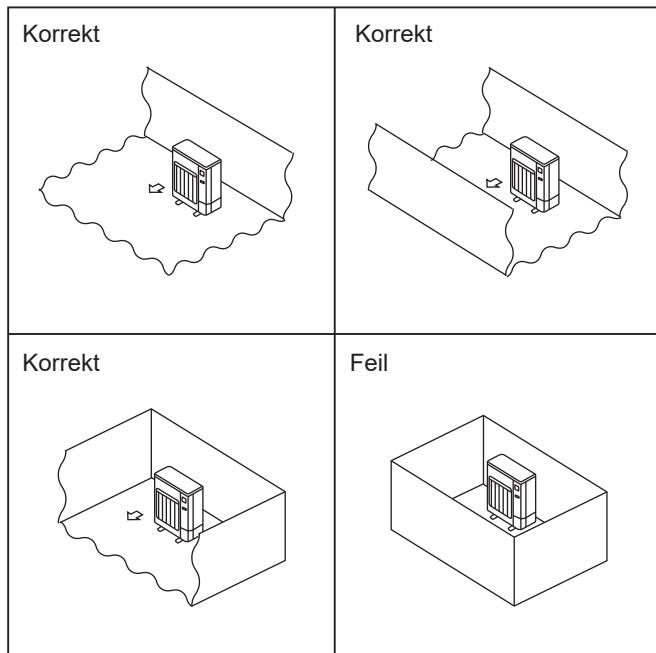

Fig. 2-1
- Monter utendørsenheten på et sted der minst én av fire sider er åpne, og i et tilstrekkelig stort område uten fordypninger. (Fig. 2-1)